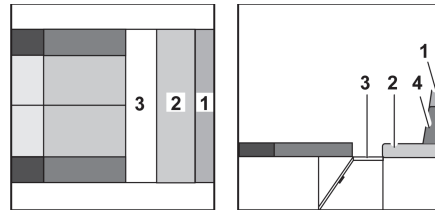

Fig. 126 Durante la transformación
- Extraer el somier (Fig. 126,3).
- Separar el cojín adicional (Fig. 127,1) del cojín del respaldo (Fig. 126,4). El cojín adicional está fijado al cojín del respaldo con cinta velcro y puede separarse fácilmente.